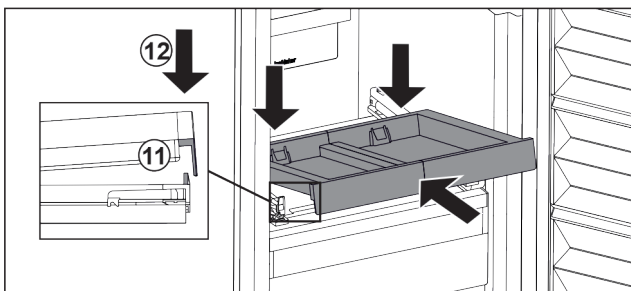

Fig. 108
- ▶ Wsunąć pod skosem. Zwrócić uwagę, aby ogranicznik znajdował się po obu stronach za nakładką. Fig. 108 (11)
- ▶ Osadzić wysuwaną półkę z przodu. Fig. 108 (12)